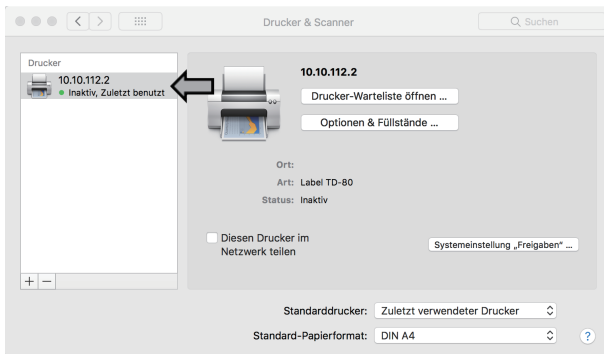

Fig.13
⑦ Nach Abschluss der Installation wird der neu hinzugefügte Druckertreiber unter „Drucker & Scanner“ aufgeführt (siehe Abbildung 13).